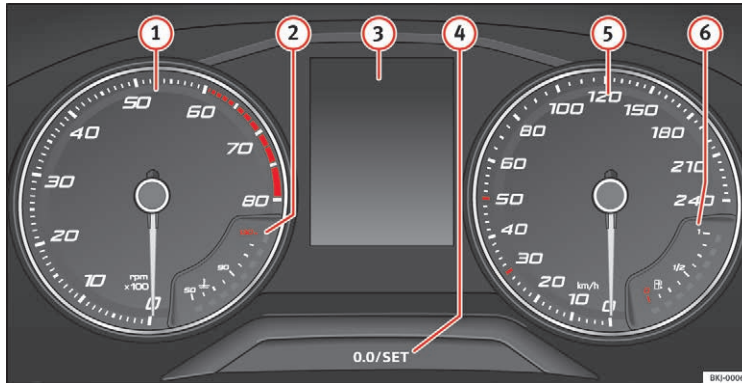

Fig. 106 Kombiinstrumentets display i instrumentpanelet
Omdrejningstælleren viser motoromdrejningstallet pr. minut » **Fig. 106** ①.
Det er mest fornuftigt at undgå høje motoromdrejningstal og at orientere sig i forhold til anbefalingerne i gearskifteindikatoren. Du kan finde yderligere informationer fra » **Fig. 106** Side 30, Gearindikator.
Omdrejningstællernålen ① » **Fig. 106** må kun stå i det røde område et øjeblik, ellers er der risiko for motorskade.
I kombiinstrumentets display » **Fig. 106** ③ kan der alt efter bilens udstyr blive vist forskellige informationer, når tændingen tilsluttes:
- Åben motorhjelms bagklap og åbne døre » **Fig. 106** Side 30
- Gearskifteanbefaling (manuel gearkasse) » **Fig. 106** Side 30
- Kørecomputer og menuer med forskellige indstillinger » **Fig. 106** Side 28
- Serviceindikator » **Fig. 106** Side 34
- Ekstra hastighedsvisning » **Fig. 106** Side 28
- Hastighedsadvarselssystem » **Fig. 106** Side 33
- Tryk et kort øjeblik på knappen » **Fig. 106** ④ for at nulstille triptælleren.
- Hvis du trykker på knappen ④ og holder den inde i 3 sek., bliver den sidste værdi vist.
- Når klokkelåstet skal indstilles, skal du trykke knappen » **Fig. 106** ④ og holde den inde i mere end 3 sek. for at indstille timerne eller minutterne.
- Tryk på knappen ④ for at fortsætte indstillingen. Hold knappen inde for at blade hurtigt.
- Tryk på knappen ④ igen for at afslutte indstillingen af klokkelåstet.
Du kan også indstille klokkelåstet via knappen **CAR** og funktionsfladen **SETUP** i Easy Connect-systemet » **Fig. 106** Side 105. »
Tryk på knappen» **Fig. 106**  i mere end 15 sek. for at få vist bilens motorbogstaver. I den forbindelse skal tændingen være tilsluttet, og motoren skal være standset.
Kølevæsketemometeret **②** » **Fig. 106** virker kun, når tændingen er tilsluttet. For at undgå motorskader skal du overholde følgende anvisninger vedr. temperaturområderne.